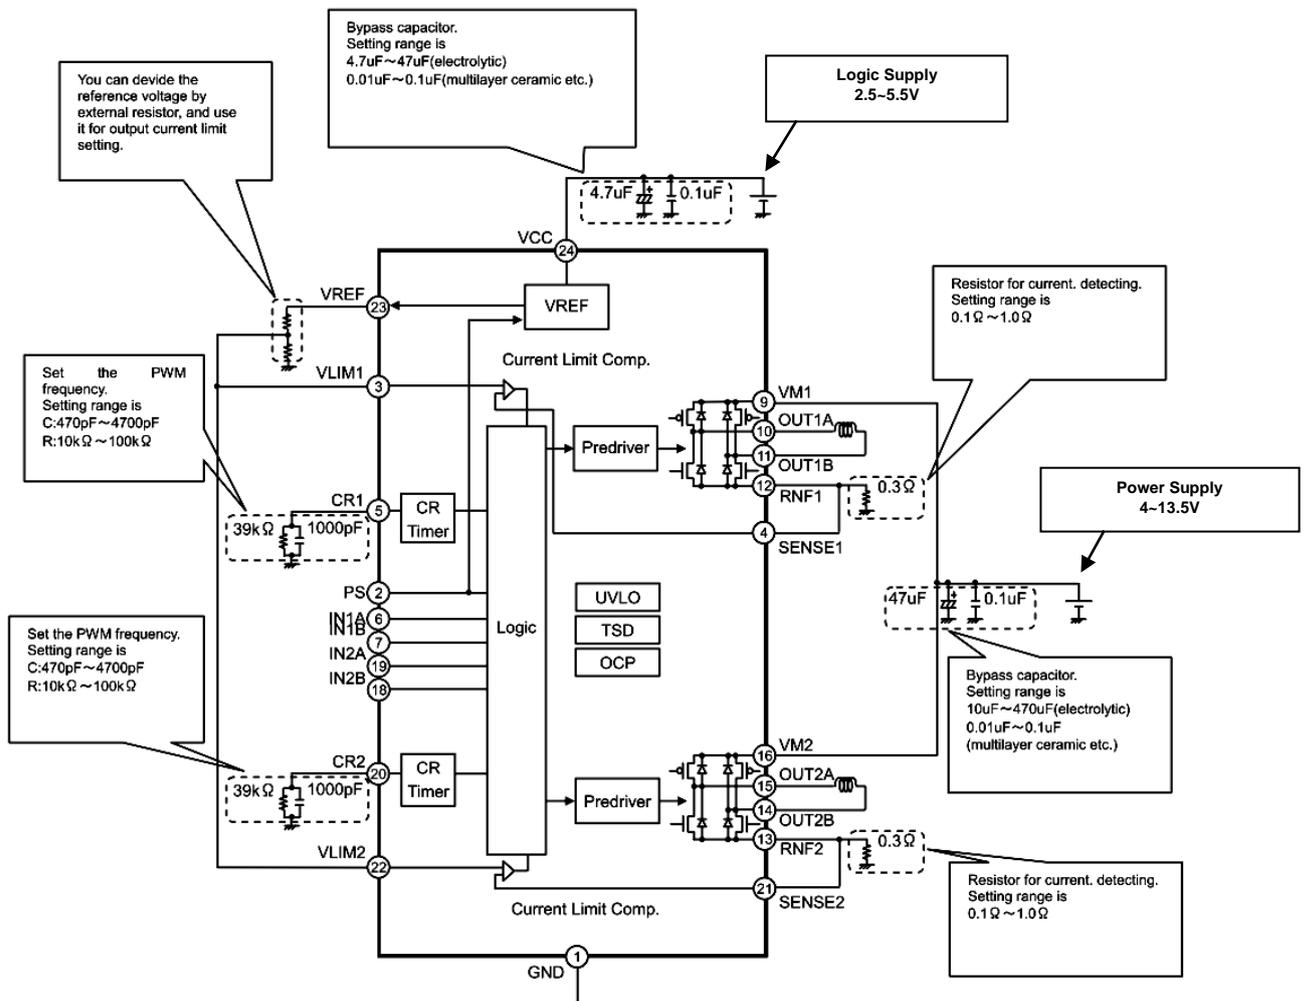
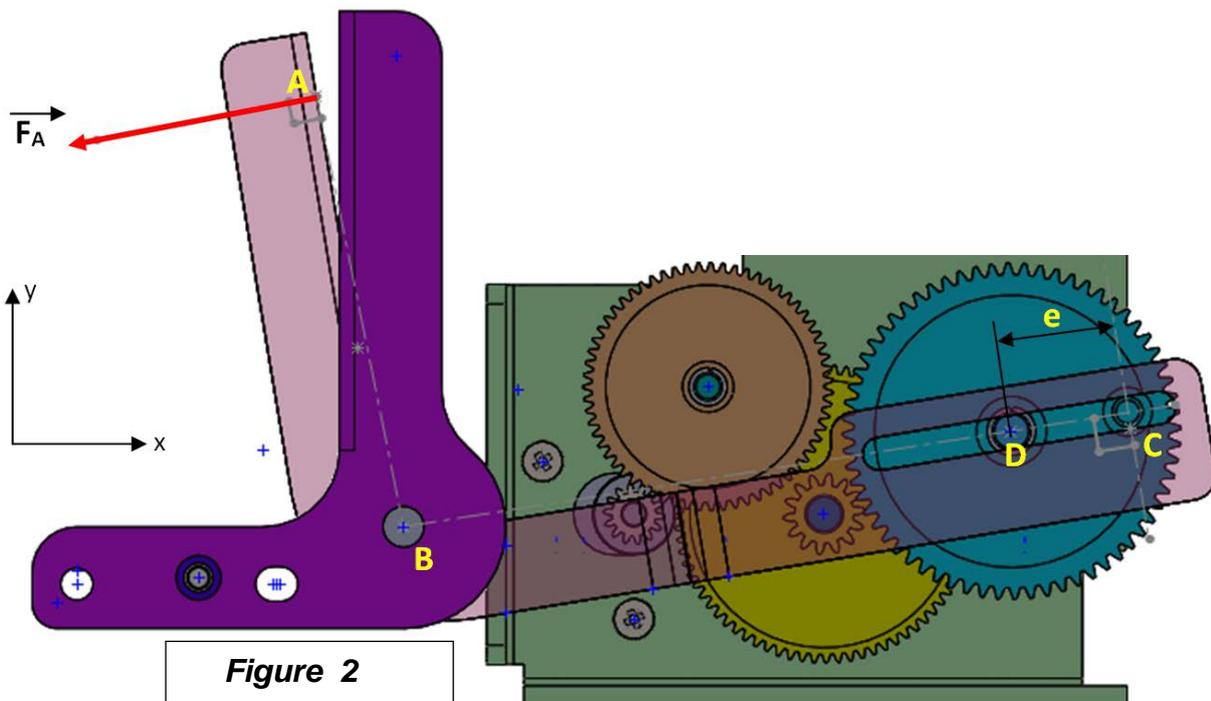

Fig.1 Block diagram & Application circuit diagram of BD6380EFV / BD6381EFV
Figure 2
Pour éviter toute discontinuité d'impression du ruban, on doit respecter une zone de recouvrement de 20 % (Cf DT4, DT5 et schéma rappelé Fig. 2 ci dessous). **Calculer** la largeur de la zone de recouvrement notée  $\Delta s$  (Fig. 1 et 2). **En déduire** la distance de déplacement utile notée  $X_{\text{dépl}}$ .
- L'étude se fera dans la position du mécanisme ci-dessous, figure 2.